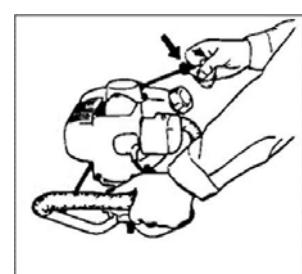

Рис.5
4. Если Вы услышите, что двигатель начинает заводиться, верните рычаг заслонки в положение RUN (РАБОТА) (открыто). Затем снова быстро потяните возвратный стартер (Рис.5).